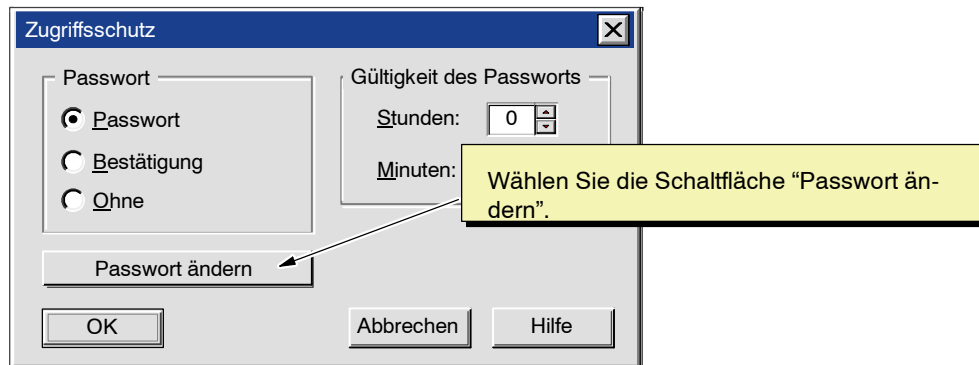

Bild 4-21 Aufrufen des Dialogfelds "Passwort ändern"
3. Wählen Sie im Dialogfeld "Zugriffsschutz" die Schaltfläche "Passwort ändern" (siehe Bild 4-21).